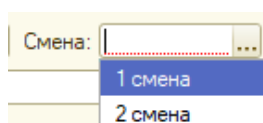

Рисунок 26
3.3.5 заполнить поле «Смена» (рисунок 26);